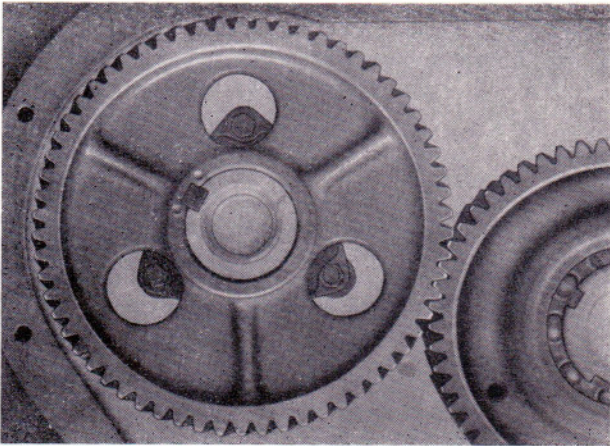

Bild 51
- Durchbrüche des Nockenwellenrades so stellen, daß die Befestigungsschrauben der Anlaufscheibe sichtbar werden (Bild 51).